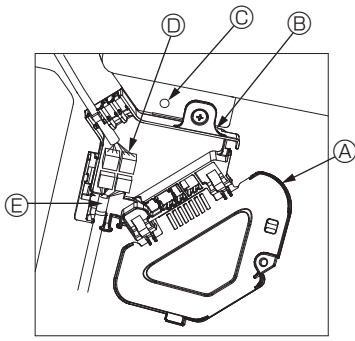

Fig. 10-8
- ① Відкрутіть один гвинт, який кріпить кришку з'єднувальної коробки, і відкрийте її.
- ② Підключіть роз'єм з'єднувального проводу двигуна заслінок та роз'єм проводу двигуна заслінок панелі в з'єднувальній коробці. (Fig. 10-8)